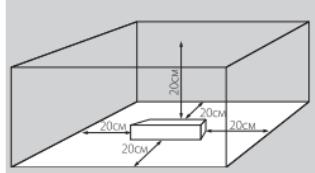

Рис. 4
- 4.2. Для естественной вентиляции обеспечьте свободное пространство вокруг источника питания не менее 20 см, как изображено на Рис.4. При невозможности обеспечить свободное пространство используйте принудительную вентиляцию.